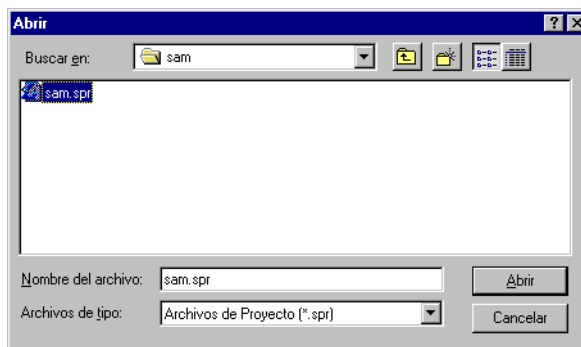

Figura 3.8. Cuadro de diálogo con el proyecto seleccionado
2. En el cuadro de diálogo **Abrir** (Figura 3.8), navegue hacia el nombre del archivo del proyecto que desea abrir.